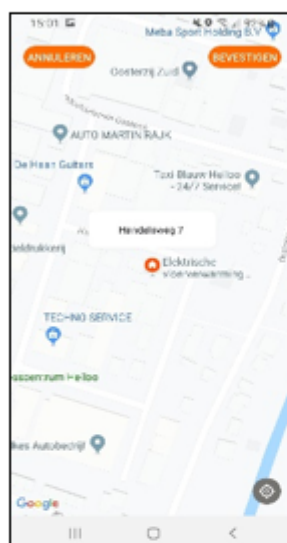

Fig.3-3
-Stel je locatie in door te klikken op "locatie" en klik op bevestigen. (Dit hoeft niet precies uw adres te zijn, zie Fig. 3-3).